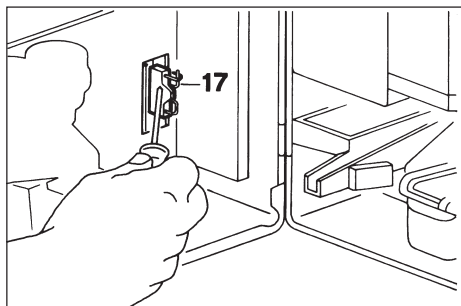

Abb. 32
- Das Gerät ist mit einem automatischen Reinigungsprogramm für die Mischer ausgestattet, das nach einer gewissen Zeit der Nichtbenutzung aktiviert wird. Das Programm ist programmierbar (siehe "Gebrauchsanleitung" der Programmiereinheit D.A.7P). Die Funktion kann aktiviert werden, indem die Schaltbrücke (17) auf der elektronischen Leiterplatte geschlossen wird (siehe Vergrößerung Abb. 32).